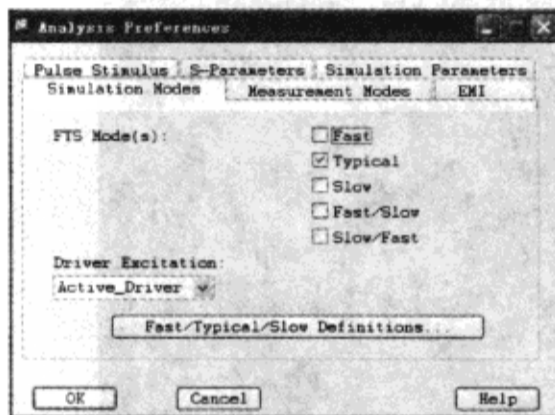

图 5-3-24 设置仿真模式
(20) 确认“Simulation Modes”标签页设置如图 5-3-24 所示。